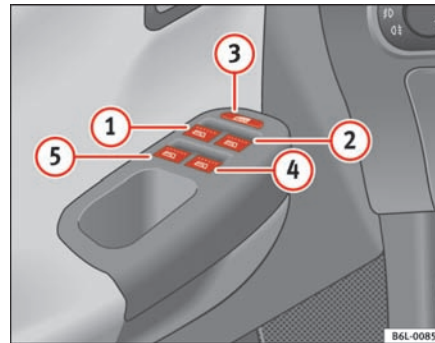

Fig. 51 Udsnit af førerdøren: betjenings-elementer til ruderne foran og bagside
Kontakterne ⇒ side 80, fig. 51 ① og ② har to trin til åbning og to trin til lukning af ruden. Det gør det nemmere at åbne eller lukke ruderne til den ønskede position.